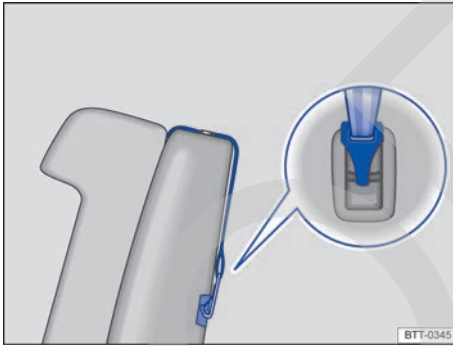

Fig. 52 Ejemplo de un cinturón de fijación superior abrochado.
- Si se provee junto con el asiento para niños, coloque el cinturón de fijación superior (Top Tether) del asiento para niños entre el respaldo del asiento trasero, fijándolo al terminal de enganche que se encuentra en la parte posterior del respaldo del asiento → fig. 52.